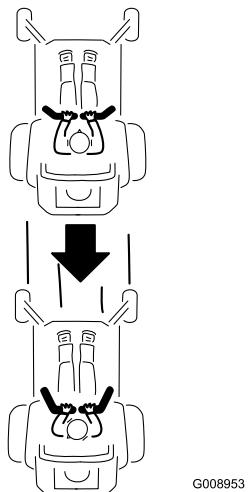

Figure 16
2. Pour faire marche arrière, vérifiez que la voie est libre derrière la machine et sur sa trajectoire tout en tirant lentement les leviers de commande de déplacement en arrière (Figure 16).
Pour vous déplacer en ligne droite, appliquez une pression égale sur les deux leviers de déplacement (Figure 16).